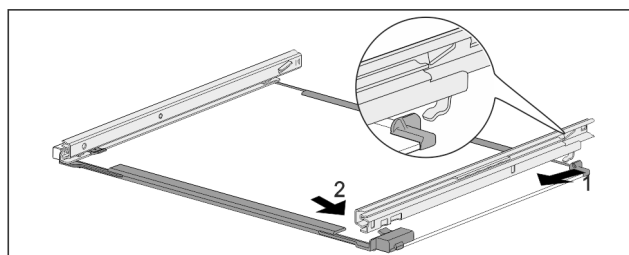

Fig. 134 Ripiano in vetro con guide
- ▶ Agganciare la guida sul lato posteriore. Fig. 134 (1)
- ▶ Innestare la guida sul lato anteriore. Fig. 134 (2)